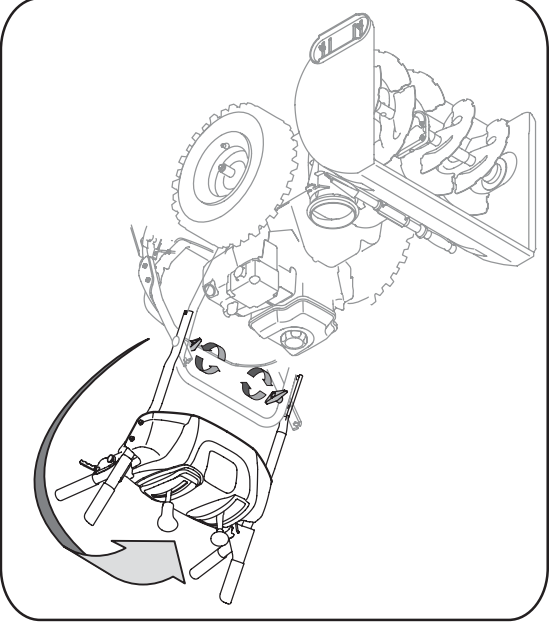

Figure 3-1
- Assurez-vous que les deux câbles, sur la partie inférieure de la souffluse, sont bien alignés avec les rouleaux de guidage. Redressez le guidon supérieur, alignez le guidon supérieur avec le guidon inférieur. Voir la Figure 3-1.